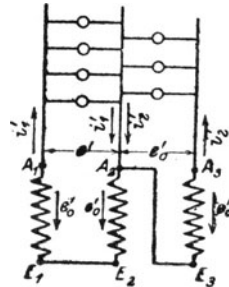
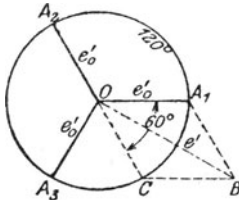

Fig. 100.
Fig. 101.
246. In Fig. 100 seien  $A_1E_1, A_2E_2, A_3E_3$  drei gleiche EMK, die gegeneinander um Winkel von je  $120^\circ$  verschoben sind. Die Enden  $E_1$  und  $E_2$  sind miteinander verbunden, ebenso  $A_2$  mit  $E_3$ . Zwischen  $A_1$  und  $A_3$ , ebenso zwischen  $A_3$  und  $A_2$  werden Lampen geschaltet. Die erste Lampengruppe braucht 6,65 [12] (15) A, die zweite 4,6 [10] (7) A. Gesucht:
Zu a): Wie die Pfeile in Fig. 100 zeigen, sind die EMK in  $A_1E_1$  und  $A_2E_2$  einander entgegengerichtet, müssen also subtrahiert werden (geometrisch). In Fig. 101 sind  $A_1O$ ,  $A_2O$ ,  $A_3O$  die drei gleichen EMK, die gegeneinander um  $120^\circ$  verschoben sind. Soll  $A_2O$  von  $A_1O$  subtrahiert werden, so verlängere man  $A_2O$  über  $O$  um sich selbst und addiere  $OC$  zu  $OA_1$ , d. h. bilde aus  $OA_1$  und  $OC$  das  $\triangle OA_1BC$ , dessen Diagonale  $OB$  die gesuchte Differenz ist. Aus  $\triangle OA_1B$  folgt
Zu b) Die Spannung der zweiten Lampengruppe ist die zwischen  $A_3$  und  $E_3$  herrschende, also die Spannung  $e_0' = A_3O$  in Fig. 101.
Zu c): Da bei induktionsfreien Widerständen die Richtungen der Stromvektoren mit denen der Spannungen zusammenfallen, so sehen wir, daß die Stromvektoren  $i_1'$  und  $i_2'$  miteinander dieselben Winkel bilden, wie die Spannungen  $\overline{OB}$  und  $\overline{OA_3}$  in Fig. 101. Nun ist aber